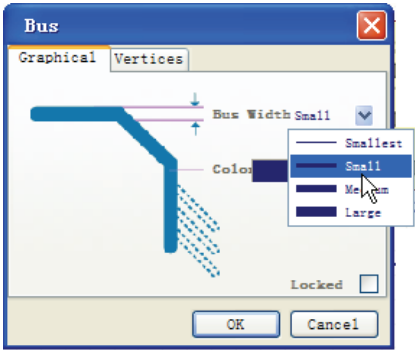

图 7-17 总线属性设置对话框
(1) 在放置总线时,按 **Tab** 键或双击已放置好的总线,弹出总线属性设置对话框,如图 7-17 所示。也有图形的 (Graphical) 和顶点的 (Vertices) 两个选项卡,设置方法与导线属性设置基本相同。
(2) 使用文本格式工具栏对总线进行颜色设置的方法与导线相同。